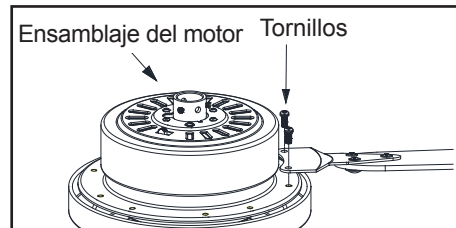

Figura 14
3. Fija los ensamblajes de aspas al motor alineando los dos orificios de tornillo en el soporte del aspa con los del volante central y asegura con tornillos. (Figura 14)
4. Repite este paso para ensamblar las aspas restantes. (Figura 14)